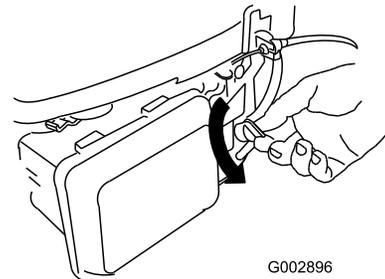

Figure 21
2. Tournez le levier du robinet d'essence en position ouverte (Figure 21).